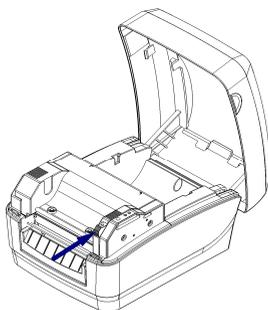
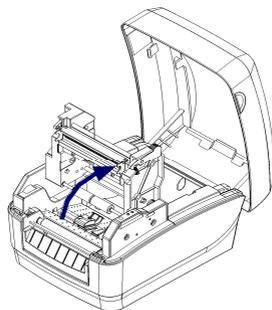

图 2.4.2
图 2.4.3
- 2) 沿箭头方向（见图 2.4.2）按动开启扳手，待支撑架抬起后将其向上翻转至图示角度；（见图 2.4.3）；